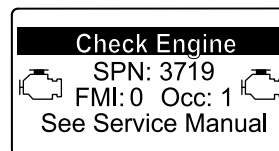

Figure 51
- Si une régénération de récupération est nécessaire, l'InfoCenter affiche l'avertissement SPN 3719, FMI 16 (Figure 51) et l'ordinateur du moteur réduit la puissance du moteur à 85 %.